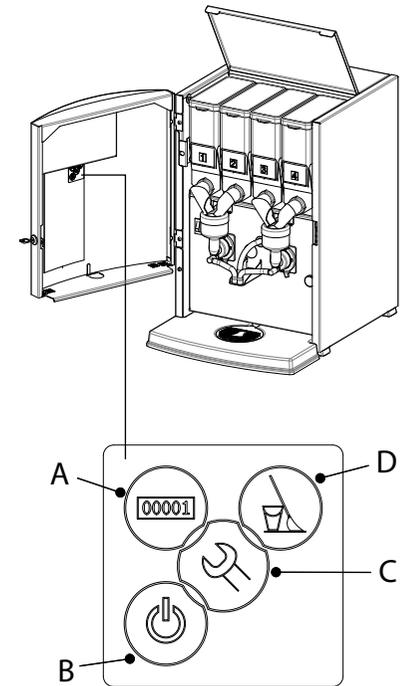

Fig. 22
- Le panneau de commande à l'intérieur (fig. 22) de la porte est notamment destiné à l'opérateur pour qu'il puisse accéder au menu opérateur et au menu maintenance (uniquement avec le code PIN).